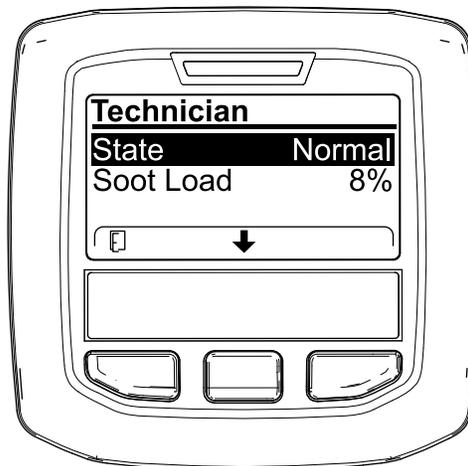

図 62
- DPF 稼働記録表で、現在の DPF の状態を確認する 図 62。